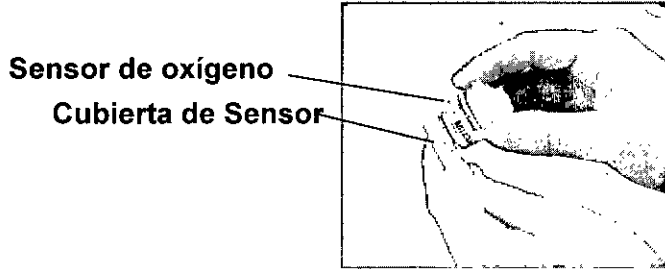

FIGURA 3.4.2-9: INSTALACIÓN DEL SENSOR DE OXÍGENO
Atornille los dos (2) sensores de oxígeno dentro de la cubierta del sensor en sentido horario, como se muestra en la figura 3.4.2-9.